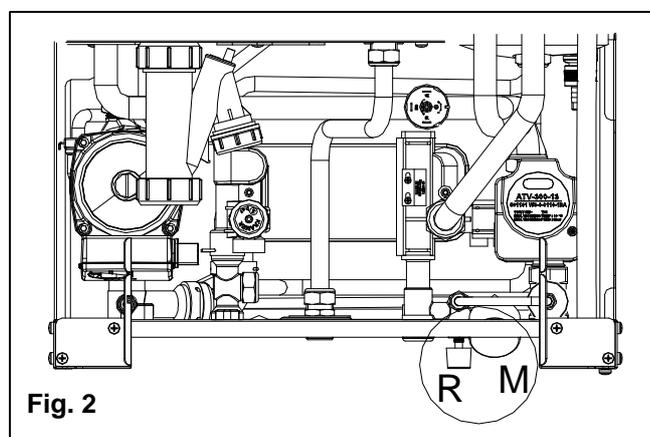

Fig. 2
- ouvrir également le robinet de remplissage **R** (fig.2).
- au moyen du manomètre **M** (fig.2), contrôler que la pression de l'installation soit de 1 bar et que le code H20 (voir page 53) n'apparaisse pas sur l'écran du tableau de commande (voir page 9 « Tableau de commande »).